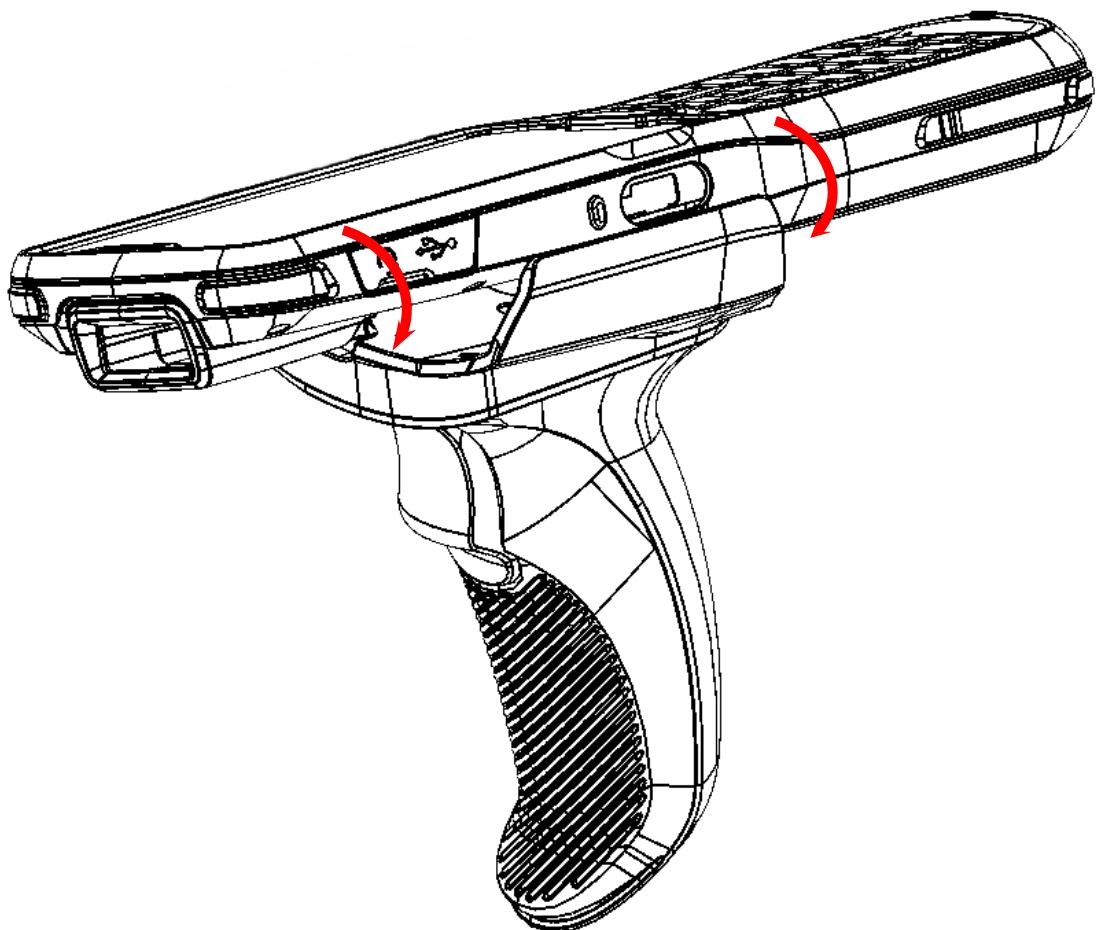

Рисунок 40. Правильная установка ТСД в пистолетную рукоятку
Установку ТСД АТОЛ Smart.Prime в пистолетную рукоятку необходимо производить только методом защелкивания (рисунок 40). Установка методом «задвигания» в ПР категорически запрещена!
- 1** Установить правую боковую сторону ТСД в правую часть проема рукоятки (рисунок 40).
- 3** Аккуратно надавить на левую сторону ТСД до щелчка (рисунок 40). ТСД установлен в пистолетную рукоятку (рисунок 41).